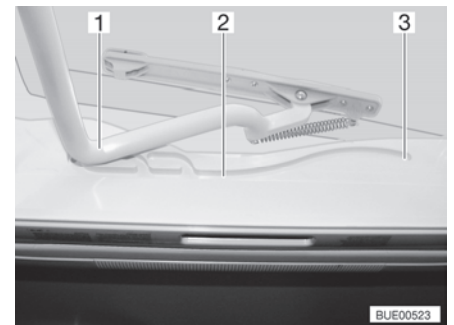

Fig. 44 Glissière (lanterneau Heki)
- Tirer l'étrier (Fig. 44,1) dans les glissières (Fig. 44,2) jusqu'à la position la plus reculée (Fig. 44,3).
- Pousser l'étrier (Fig. 44,1) légèrement vers le haut avec les deux mains.
- Tirer l'étrier dans les glissières (Fig. 44,2) jusqu'à la position souhaitée.